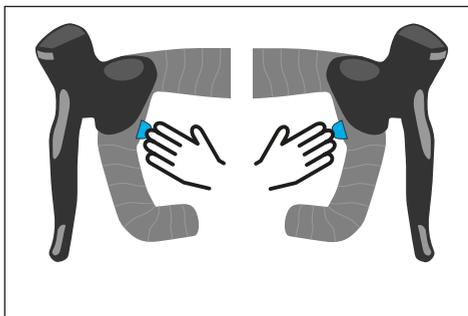

Fig. 4: Selezione della modalità di supporto con il HPR Single Button Remote
- Per aumentare la modalità di assistenza, premere **brevemente** il pulsante destro del HPR Single Button Remote (vedere Fig. 4) o il pulsante opzionale di un cambio elettronico (vedere "3.8.2 Cambio di marcia" e "3.8.3 Autonomia di guida").
- Per diminuire la modalità di assistenza, premere **brevemente** il pulsante sinistro del HPR Single Button Remote (vedere Fig. 4) o il pulsante opzionale di un cambio elettronico (vedere "3.8.2 Cambio di marcia" e "3.8.3 Autonomia di guida").